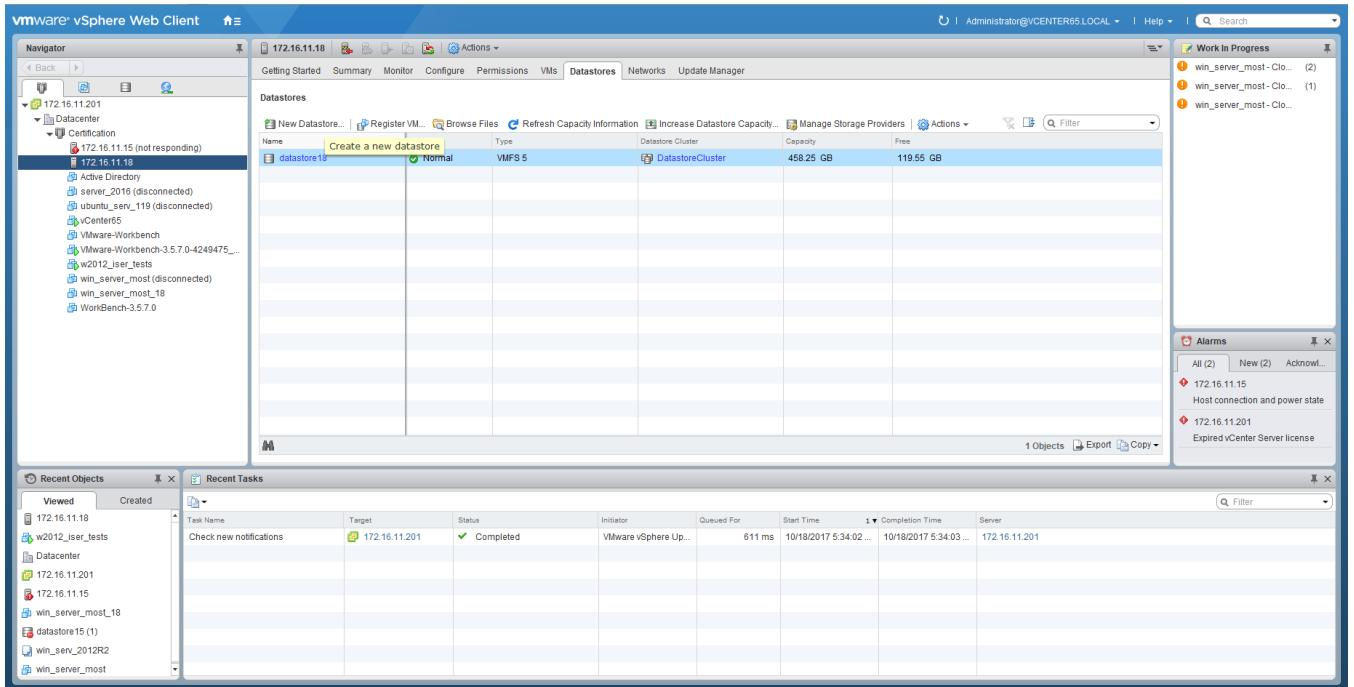

Рисунок 92 – ESXi Datastore
- 2) Нажать на кнопку «New Datastore» (см. Рисунок 92)